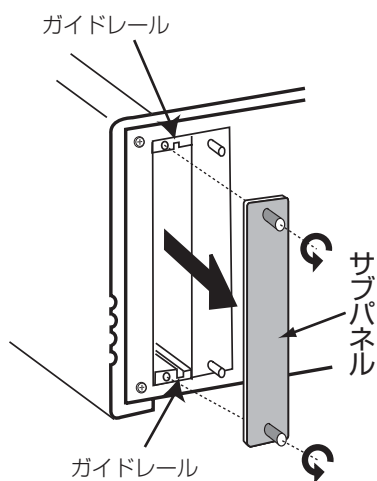

図1
- ❶ C-2110の電源を切ります。
- ❷ リアパネルのオプション用スロットのサブパネルを外します。(図1 参照)